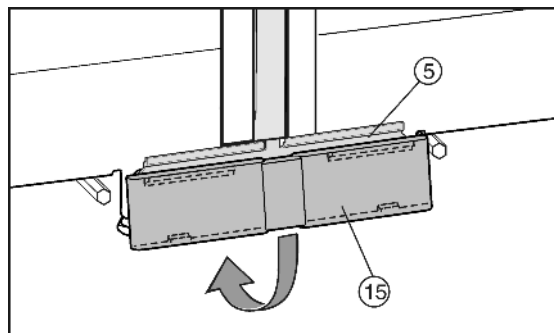

Fig. 11
- ▶ Aplicați de sus capacul inferior Fig. 11 (15) peste tabla de îmbinare Fig. 11 (5) și cuplați-l în partea inferioară.